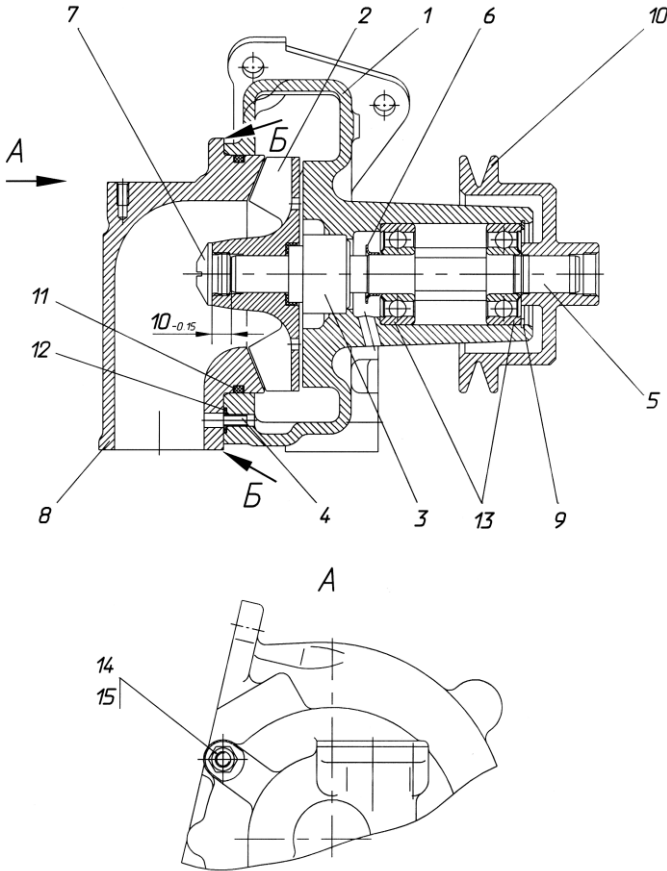

Рис. 103. Водяной насос:
- 4 Отвернуть гайки 14 (рис. 103) патрубка 8.
- 2 Напрессовать на вал 5 (рис. 103) подшипники 13 и водосбрасыватель 6. При этом необходимо:
- 9 Напрессовать крыльчатку 2 в сборе с манжетой и уплотнительной втулкой на вал 5 (рис. 103). При этом необходимо:
- установить крыльчатку ив вала в размер  $10_{-0,15}$  мм (рис. 103) между торцом вала и торцом ступицы крыльчатки. Для этого необходимо при запрессовке установить на торец вала диск диаметром не более 13 мм и высотой  $10_{-0,15}$  мм.